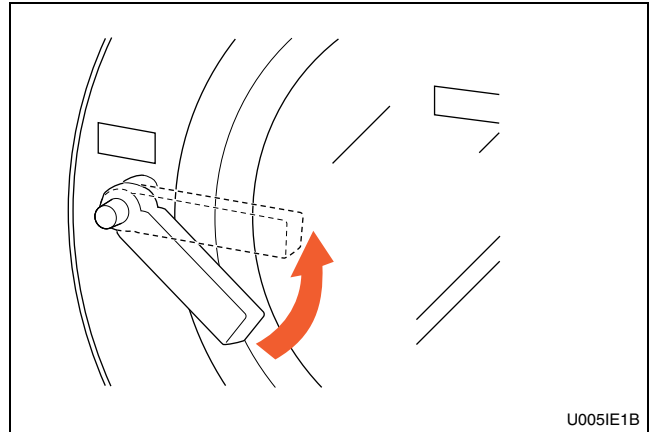

Figura 11
4. Cierre la puerta y gire la palanca hacia la izquierda hasta que salte el botón. Consulte la *Figura 11*.